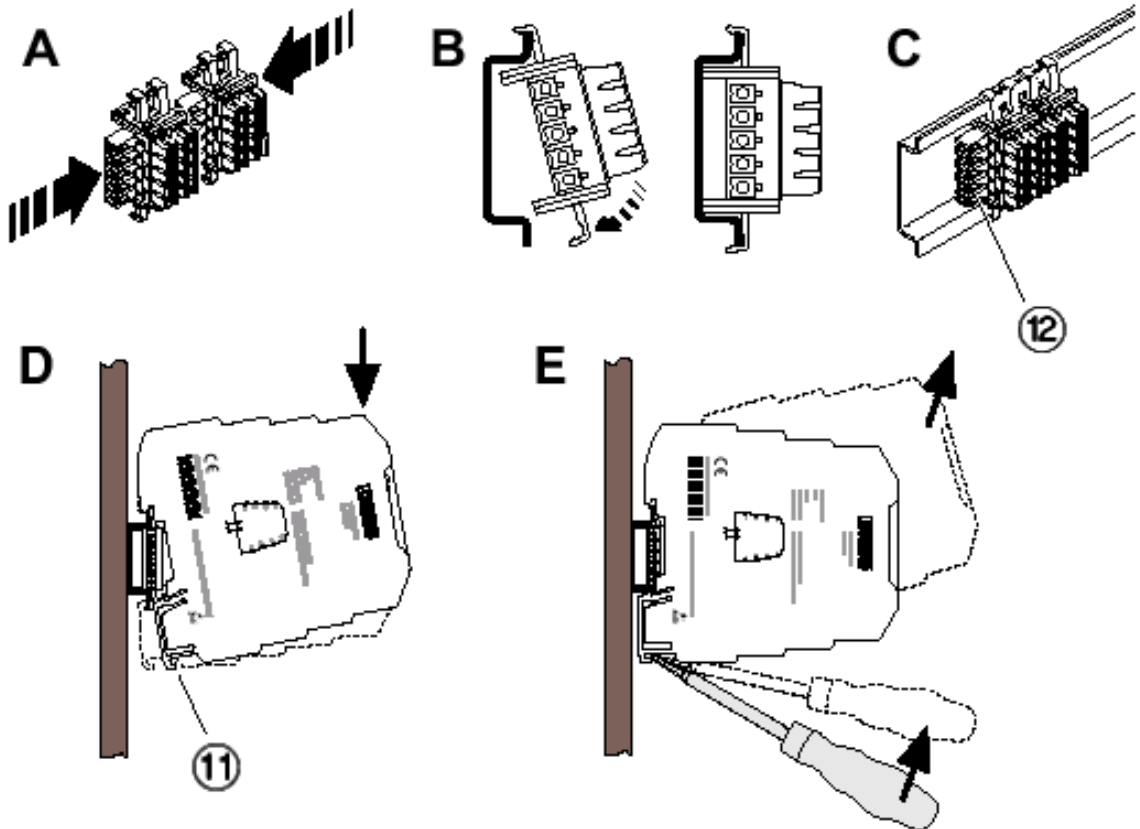

Bild 5 Montage/Demontage
Die Spannungsversorgung (19,2...30 V DC) kann über die Anschlussklemmen „7“ und „8“ der Module oder im Verbund über den Tragschienen-Busverbinder erfolgen (siehe Bild 5 auf Seite 3). Beachten Sie hierzu auch „Anschluss-technik“ auf Seite 4.
**Rastfuß** (Bild 5, Abb. D, Punkt 11) **unten** und **Steckerteil** (Bild 5, Abb. C, Punkt 12) **links!**
- Legen Sie den Tragschienen-Busverbinder zur Brückung der Spannungsversorgung zuerst in die Tragschiene ein (siehe Bild 5).